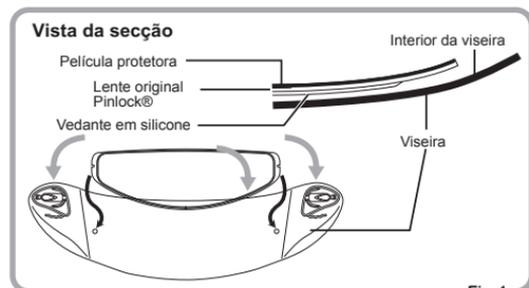

Fig.1
- 1 Aplique o lado do vedante em silicone da lente original Pinlock® no interior da viseira, sem descolar a película protetora da lente. No momento da aplicação, aplique a lente original Pinlock® no interior da viseira encaixando-a nas cavilhas excêntricas. (Fig. 1 e 2)